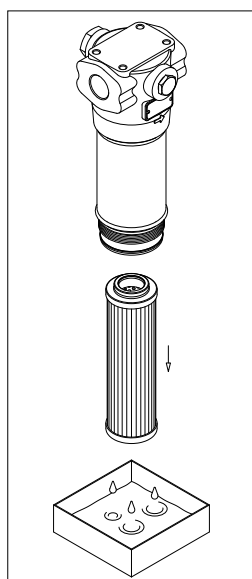

fig. 10
- (Fig. 10) Estrarre l'elemento filtrante.